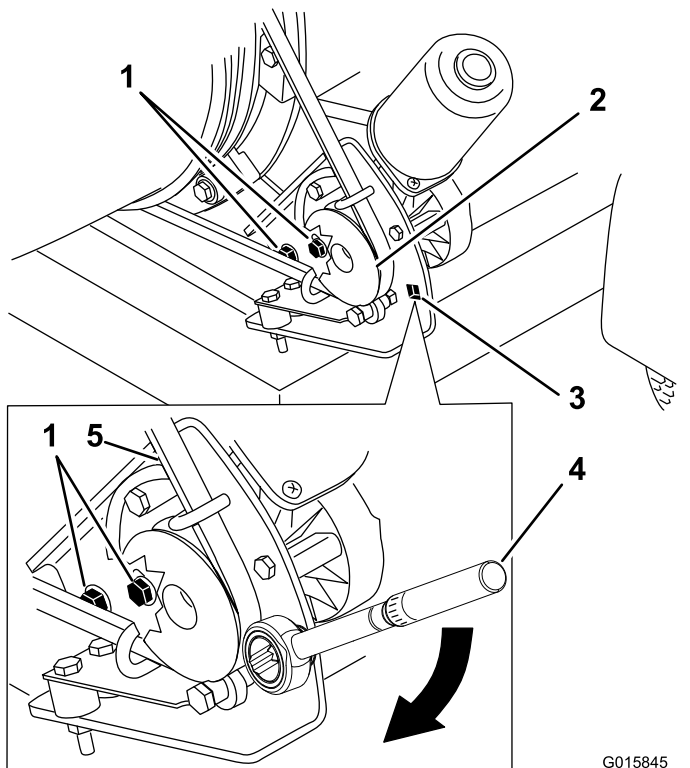

Figura 27
1. Afloje los pernos que sujetan el soporte de montaje de la polea al bastidor del soplador (Figura 27).
2. Coloque una llave dinamométrica en el soporte de montaje de la polea (Figura 27).
3. Gire el soporte de montaje de la polea alejándolo de la tobera hasta que la llave dinamométrica dé una lectura de 22,6–26,0 N·m (Figura 27).